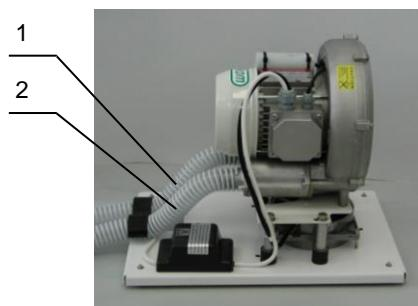

Рис. 3
Два шланги, один для всмоктування (1) та один для випуску (2), під'єднуються до всмоктувального насоса (рис. 3). Шланги є входом (1) і виходом (2) насоса. Вони виступають крізь задній отвір корпусу або з'єднуються з турбою під підлогою. Усмоктувальний (вакуумний) шланг з'єднується із сепаратором / модулем керування пневматичною системою на стоматологічному кріслі, а витяжний шланг виводиться з хірургічного приміщення в навколоишнє середовище за межі будівлі.